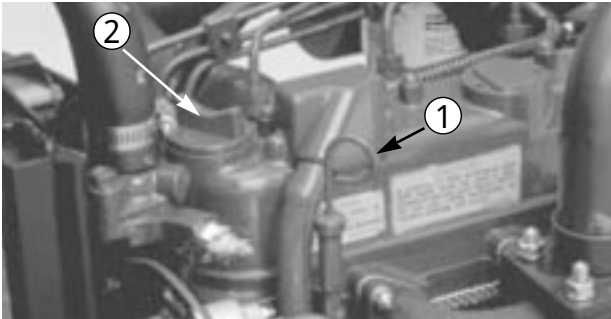
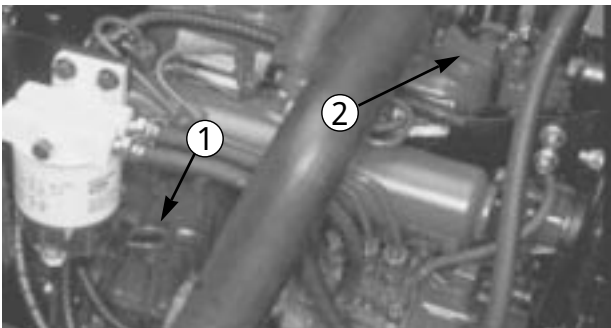

図14
図15
2. ディップスティック (RM5200-Dは図14、RM5400-Dは図15) を抜き、ウェスで拭いてからもう一度差し込んで引き抜き、オイルの量を点検する：FULLマークまであればよい。